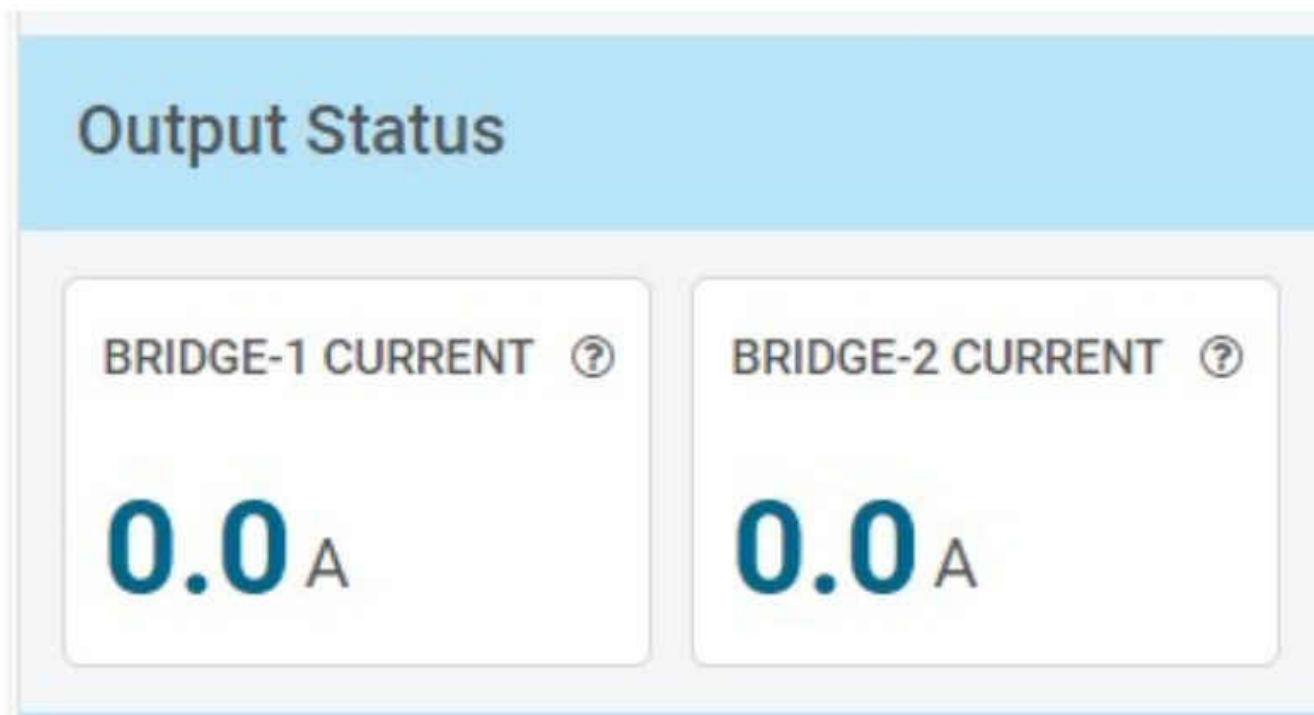

图 8-4. 输出状态
3. 相位/使能模式评估：将 MODE1 和 MODE2 设置保留为默认设置。将“Motor Driver”设置为“Awake”。按“Start Drive 1”和“Start Drive 2”按钮。保留应用程序所需的“Direction”设置。这些测试期间的其余设置可保留默认位置和值。将“IN1 Duty Cycle”设置为所需的值。相应的电机将开始朝一个方向旋转，电机电流将显示在“BRIDGE-1 CURRENT”和“BRIDGE-2 CURRENT”的“Output Status”显示窗口中，请参阅图 8-4。更改“Direction”设置。电机速度将下降至静止状态，然后改变方向并提升至与设定占空比相对应的速度。电机电流将显示在“BRIDGE-1 CURRENT”和“BRIDGE-2 CURRENT”显示窗口中。按下“Stop Drive 1”和/或“Stop Drive2”按钮。电机速度将斜降而后停止。